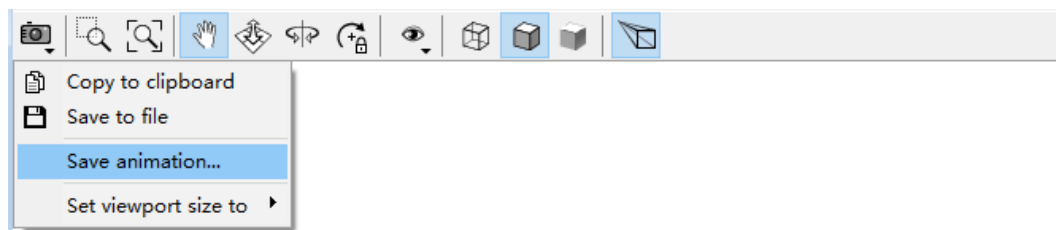

图 2-89
- 15) 点击动画窗口工具栏第一个按钮 ，选择 **Save animation...**，如图 2-89。